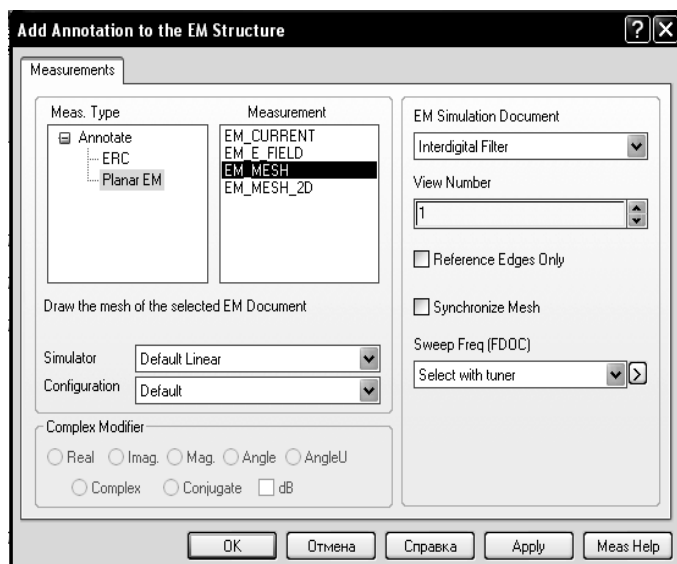

Рис. 5.21
2. В открывшемся окне (рис. 5.21) в списке **Measurement** отметьте **EM\_MESH**, остальные параметры установите, как показано на рис. 5.21 и нажмите **OK**.